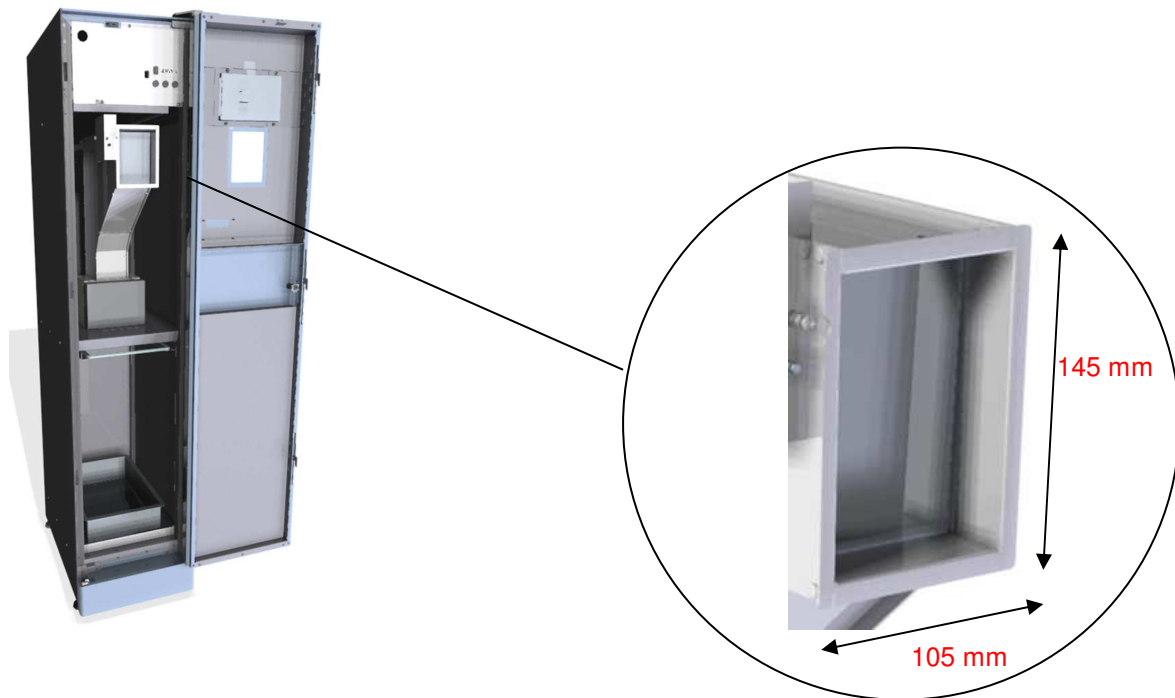
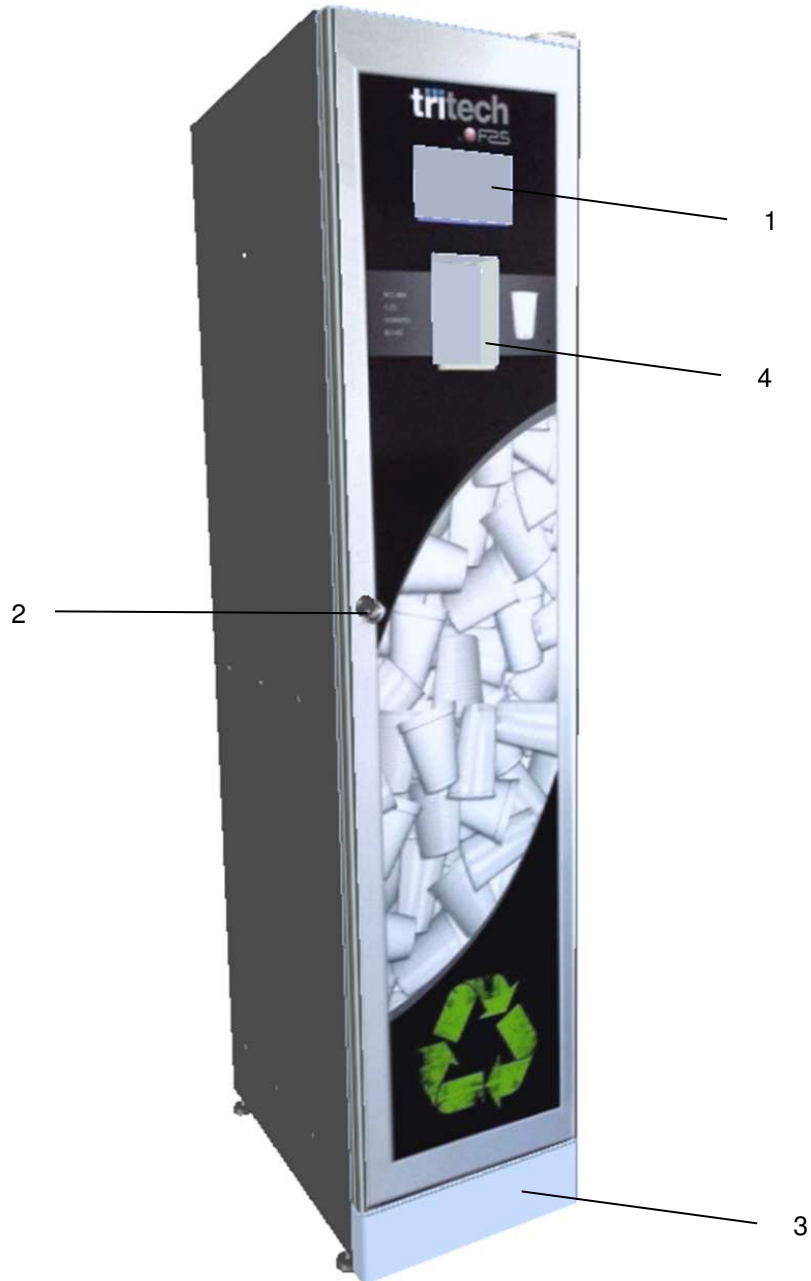

Fig. 2
Fig. 3
<p>Les machines auxquelles le présent manuel se réfère sont destinées à être utilisées pour</p> <ul style="list-style-type: none"> <li>- compacter les bouteilles en plastique fin (ci-après intitulées « bouteilles ») et des boîtes vides en tôle d'aluminium (ci-après intitulées « boîtes ») dans le cas du compacteur ;</li> <li>- triturer des verres en plastique ou en papier en cas de tritrateur.</li> </ul> <p>La section des bouteilles et des boîtes ne doit pas dépasser les dimensions indiquées sur la Fig. 2.</p>
2. L'écran tactile (rep. 1 fig. 3) s'allume ; attendre qu'il fasse apparaître le message : « **INSÉRER BOUTEILLE OU BOÎTE** » ou bien « **INSÉRER VERRE** »
1. Pousser le volet rep. 4 Figure 3 avec le fond de la bouteille ou de la boîte, juste ce qu'il faut pour vaincre la force d'un petit aimant qui maintient le volet fermé en position de fermeture (pour les dimensions admissibles des bouteilles et des boîtes, voir la Figure 2).